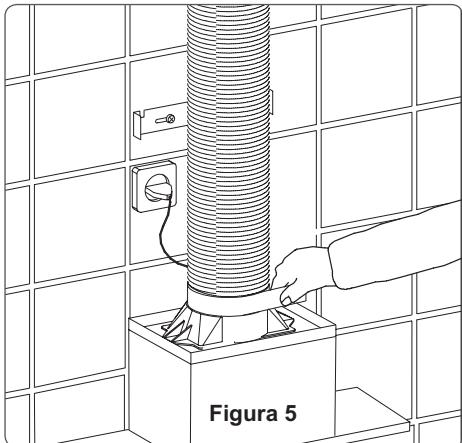

Figura 5
- 6** Encaixe o duto no suporte e fixe-o (figura 5).